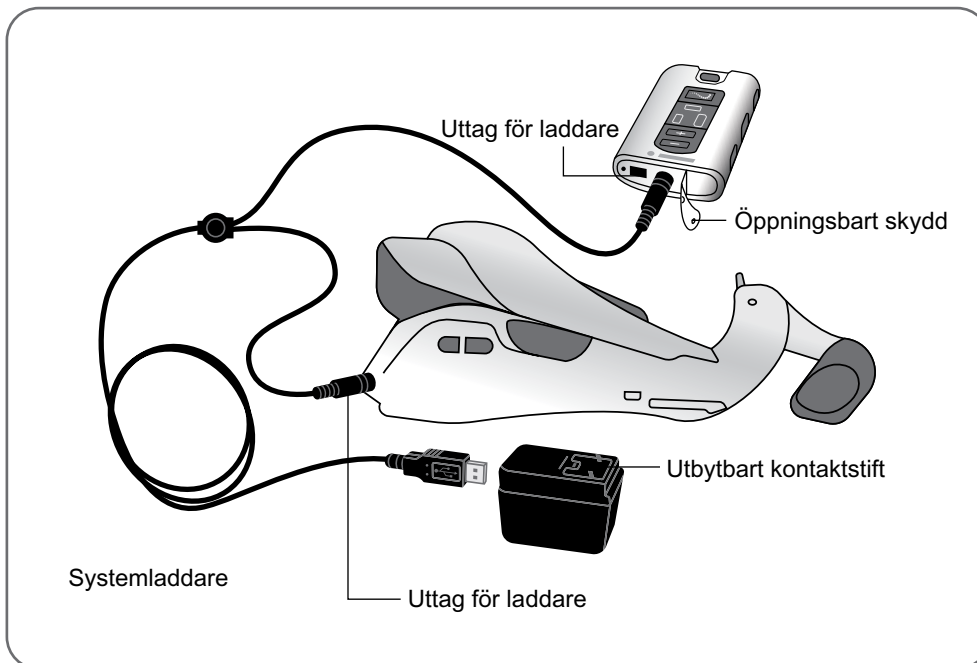

Bild 8-3: Inställning för laddning
3. Anslut systemladdaren till laddningsportarna på ortosen och styrenheten. Styrenhetens laddningsport sitter under det öppningsbara skyddet. Se bild 8-3.